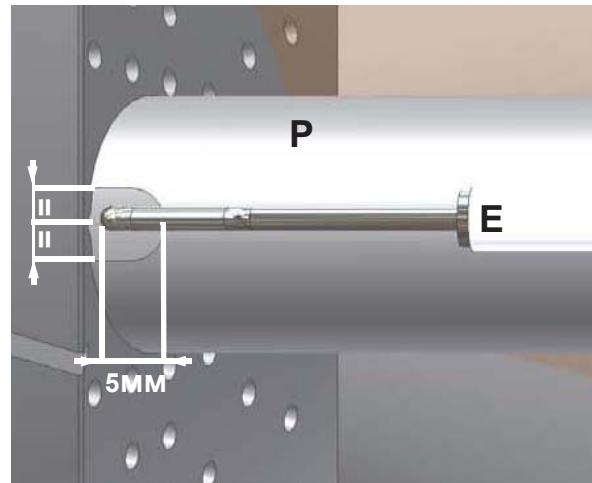

Рис. 38
- 2) отсоединить кабель (CE) электрода (E);
- 4) расслабить винт (B) опоры сопла, который крепит запальный электрод (E) на запальнике горелки (P);
- 5) вынуть электрод и заменить его, выдерживая размеры, указанные на Рис. 38.